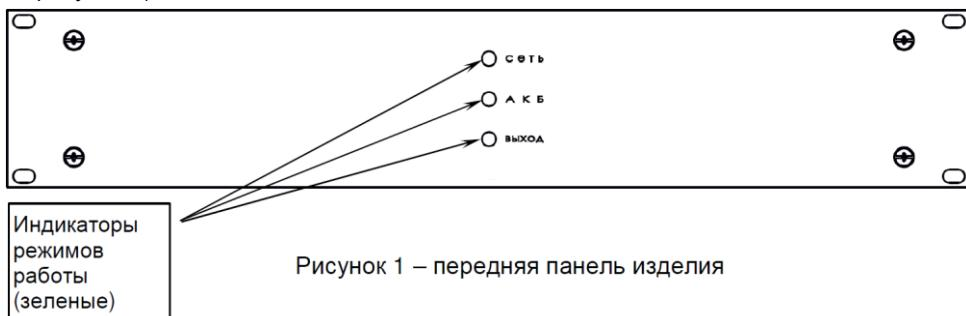

Рисунок 1 – передняя панель изделия
- световую индикацию режимов работы светодиодными индикаторами зеленого цвета свечения (см. рисунок 1);
На передней панели корпуса изделия расположены три светодиодных индикатора зеленого цвета свечения, сигнализирующих о режимах работы изделия, состоянии АКБ и выхода (см. рисунок 1).